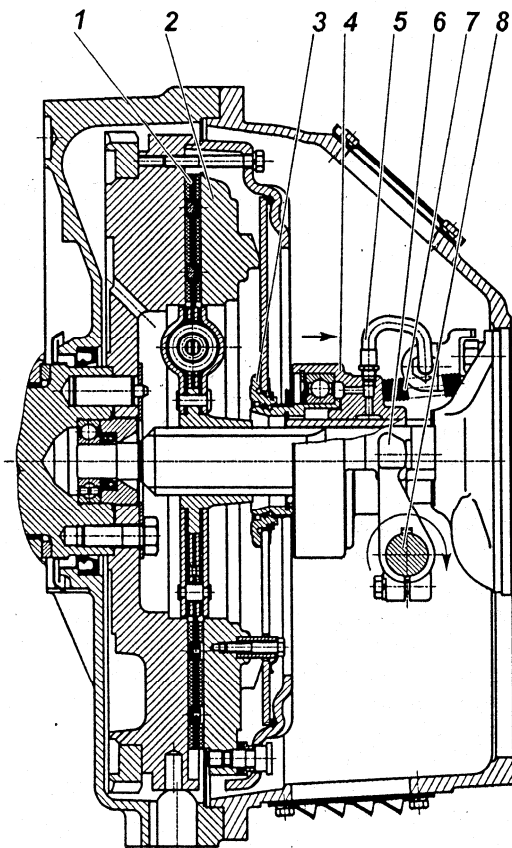
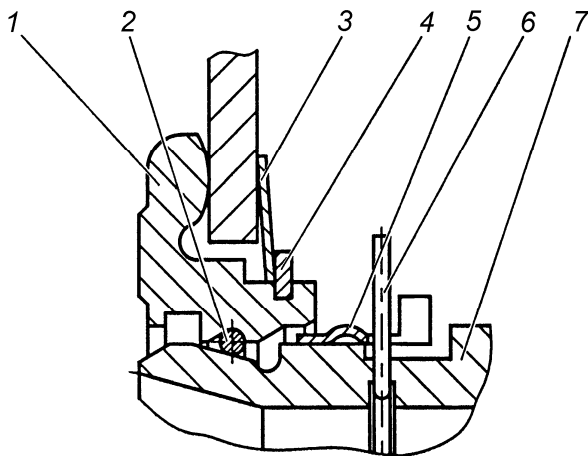

Рис. 91. Сцепление:
Рис. 93. Запорное устройство:
Диафрагменное сцепление (рис. 91) состоит из ведущих и ведомых частей, а также деталей механизма выключения сцепления, устанавливаемых в картер сцепления.
Механизм выключения сцепления состоит из муфты 4 (рис. 91) с подшипником, вилки 6 и валика 8. Муфта соединена через упорное кольцо 3 с диафрагменной пружиной с помощью запорного устройства.
Оттяжная пружина 7 (рис. 91) исключает проворот и осевые перемещения втулки 7 (рис. 93) относительно упорного кольца 1 (рис. 93). По мере износа фрикционных накладок муфта выключения сцепления 4 (рис. 91) перемещается вместе с пружиной в сторону маховика, при этом конструкция привода выключения сцепления автомобиля или другого транспортного средства обеспечивает поворот вилки 6 (рис. 91) по часовой стрелке после выбора зазора между лапками вилки и муфтой за счет периодической регулировки привода или постепенный поворот за счет конструкции гидропривода.
Конструкция запорного устройства показана на рис. 93. Она включает в себя упорное кольцо 1, втулку подшипника муфты 7 с фасонной канавкой, пружинное кольцо 2 круглого сечения, а также замковое кольцо 5. Упорное кольцо 1 устанавливается на диафрагменную пружину при сборке нажимного диска с кожухом и удерживается за счет пружинной шайбы 3 и стопорного кольца 4. На рисунке муфта заперта (соединена) с упорным кольцом. Внутри втулки подшипника муфты 7 установлено предохранительное кольцо 6, имеющее снаружи выступающий ус, препятствующий случайному разъединению муфты выключения сцепления и упорного кольца 1.
Выключение сцепления обеспечивается поворотом вала по часовой стрелке. Допустимое направление перемещения муфты и поворота вала для выключения сцепления показано на рис. 91 стрелками. Перемещение муфты и поворот вала в обратном направлении не допустимо.
- 5 С помощью специальной оправки центрировать кольцо 3 (рис. 91) относительно оси коленчатого вала двигателя.
- 2 Убедиться что муфта выключения сцепления отведена до упора в крышку подшипника первичного вала коробки передач пружиной 7 рис. 91.
Проверка качества установки сцепления (отсутствие "ведения", контроль величины крутящего момента на валу вилки) осуществляется на неработающем двигателе. Для этого необходимо повернуть вал вилки на угол $9^{\circ}30'$... 11° по часовой стрелке, что соответствует перемещению муфты на 11...13 мм от двигателя. При этом выходной вал коробки передач, при включенной передаче, должен вращаться при приложении крутящего момента не более 5 Н·м (0,5 кгс·м). Поворот вала вилки выключения сцепления по часовой стрелке показан на рис. 91.
- 4 Совместить полукруглый паз на муфте выключения сцепления в передней ее части с выступающим усом предохранительного кольца 6 (рис. 93) и, утопив его каким-либо предметом, удерживать в утопленном положении через центральное отверстие муфты выключения сцепления.